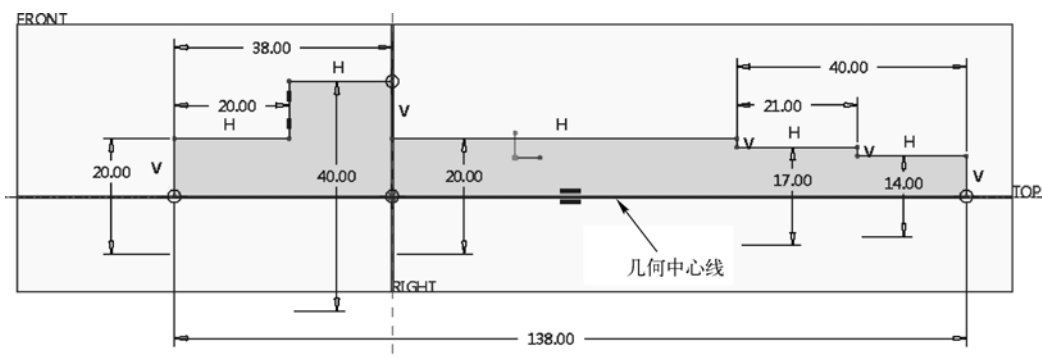

图 13-2 绘制旋转剖面等
- ② 打开“放置”面板，单击“定义”按钮，弹出“草绘”对话框。
- ③ 选择“FRONT（基准平面）”作为草绘平面，以“RIGHT（基准平面）”作为“右”方向参考，然后单击“草绘”按钮，进入草绘模式。
- ④ 在功能区的“草绘”选项卡的“设置”面板中单击“草绘视图”按钮，以定向草绘平面使其与屏幕平行。在“基准”面板中单击“中心线”按钮，绘制一条所需的水平的几何中心线来作为旋转轴。接着在“草绘”面板中单击“线链”按钮来绘制旋转剖面，完成的图形如图 13-2 所示。